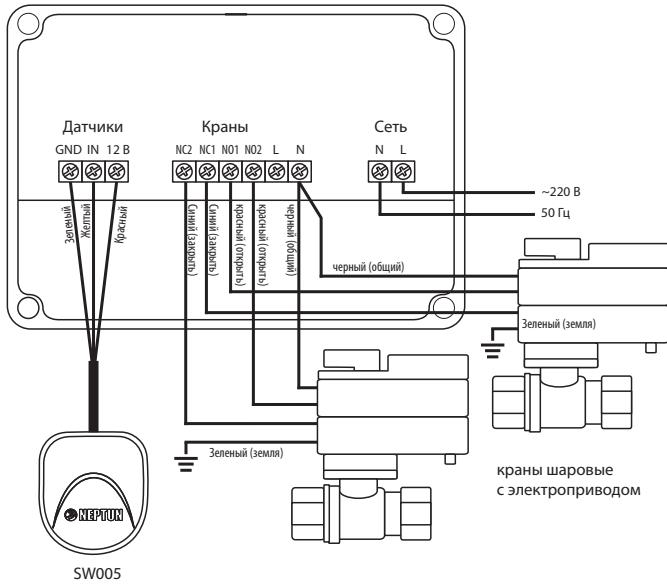

Рис. 8. Схема подключения датчиков, кранов с электроприводом серии JW5000 220 VAC и серии Neptun Bugatti 220 В к модулю управления Neptun Base
- К модулю управления Neptun Base подвести фазу и ноль со-гласно схеме подключения (рис.8)
- выполните соединение проводов в соответствии со схемой на рис. 8 и 9 (в зависимости от того, какие краны с электро-приводом вы используете);